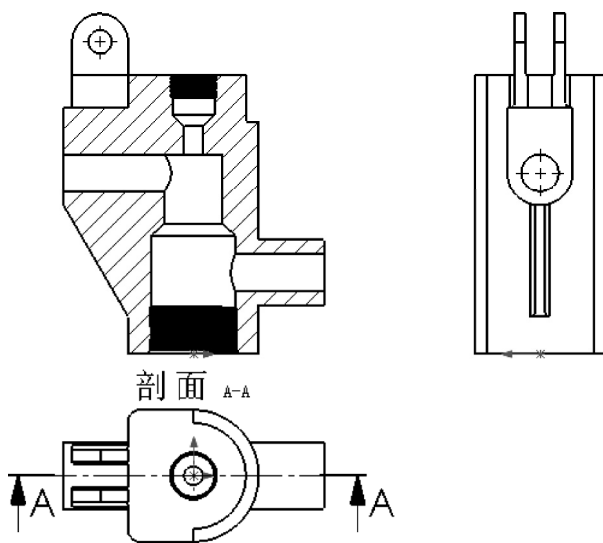

图 12-133 投影视图
**05** 投影视图。单击“视图布局”控制面板中的“投影视图”按钮，在剖面图上单击，向右拖动鼠标，生成投影视图，如图 12-133 所示。